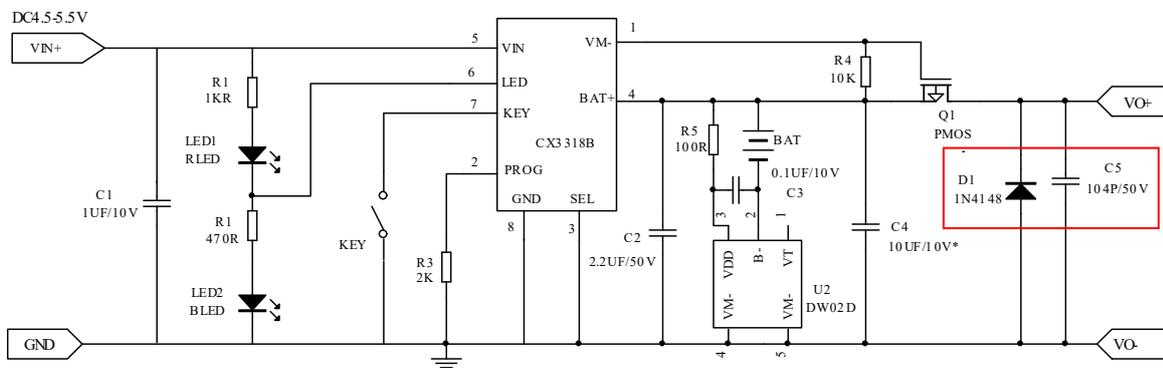

图 1 CX3318B 外扩 PMOS 控制线路
4. 图 1 的输出短路保护电流依 U2 的短路保护电流，根据输出电流选择 Q1 的电流和阻抗；
5. 图 1 的 U2 选择充饱关断电压需高于 4.25V，避免出现长时间不显示充饱现象；